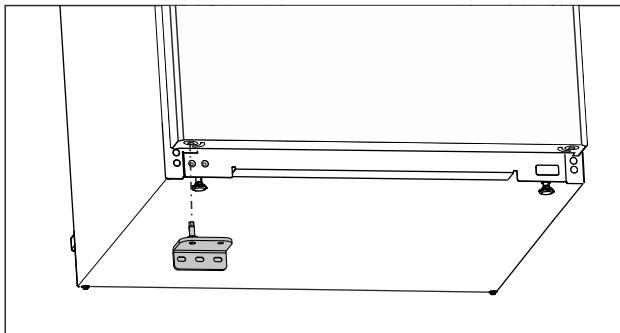

Fig. 25
- Spodnji ležajni podstavek vstavite na nasprotni strani. (glejte Fig. 25)